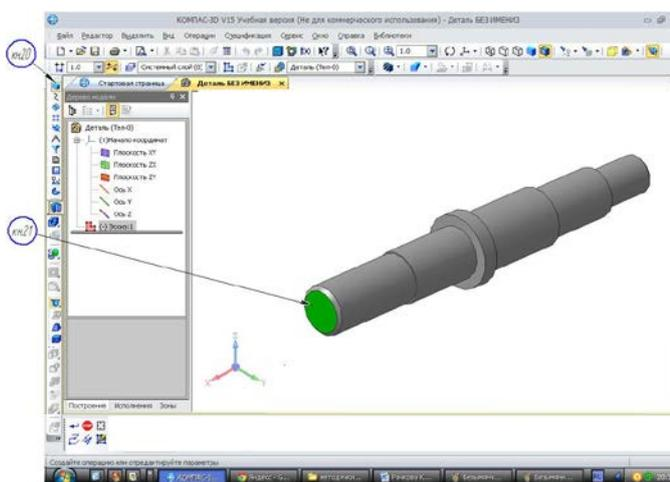

Рисунок 61- Назначение плоскости локальной системы координат
1) На компактной панели активируем (если не включена) кнопку *кн.1*, «Редактирование детали». На выпадающем пенью появляются кнопки выбора (Инструментальная панель). Перекрестие кнопки мыши устанавливаем на торцевую поверхность вала кнопкой *кн.2* и щелкаем левой кнопкой. Поверхность окрашивается в зеленый цвет (рисунок 61). Окрашенная плоскость является локальной системой координат, от которой создается центровое отверстие.